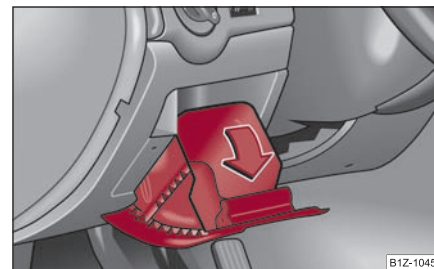

Fig. 120 Tabloul de bord: Compartimentul de depozitare de pe partea conducătorului
- Compartimentul se deschide prin ridicarea mânerului și rabatarea în sensul săgeții ⇒ fig. 120.